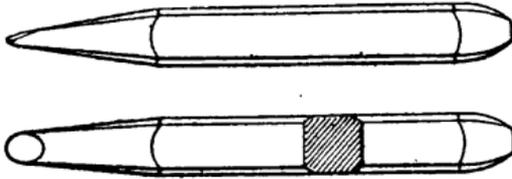

Fig. 330.
**Langue de carpe.** — Est le nom de l'outil (fig. 330) avec lequel, dans le temps, on dégrossissait les pièces en fonte avant de les terminer au burin; l'ouvrier burineur faisait les carrés de cylindres en pleine matière, burinait les coussinets, les tables et les colonnes de laminoirs, etc., avec ces deux outils, et pour le peu qu'ils étaient habiles